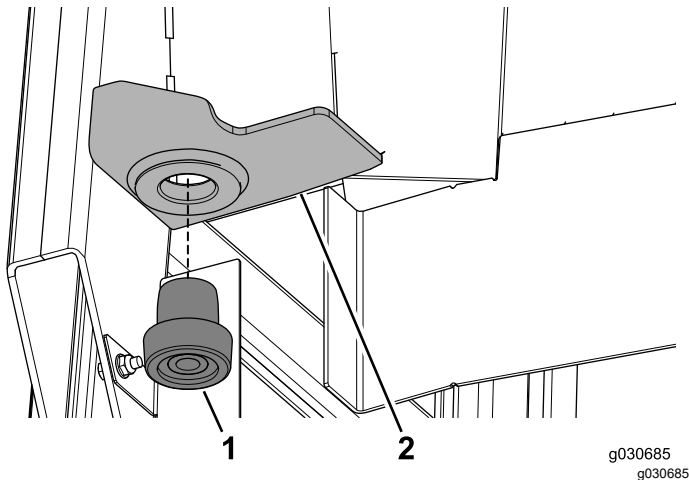

Bild 11
- Drücken Sie einen Gummi-Isolator in das Loch der linken Befestigung hinten am Kabinenrahmen (Bild 11).